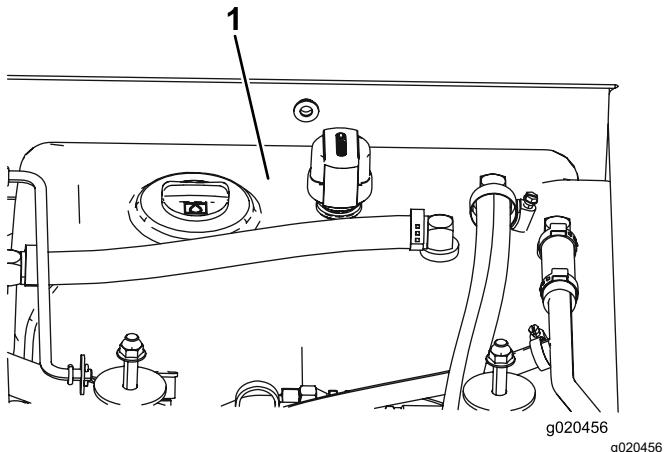

Figure 80
- Remplissez le réservoir (Figure 80) de liquide hydraulique; voir Contrôle du niveau de liquide hydraulique \(page 72\).